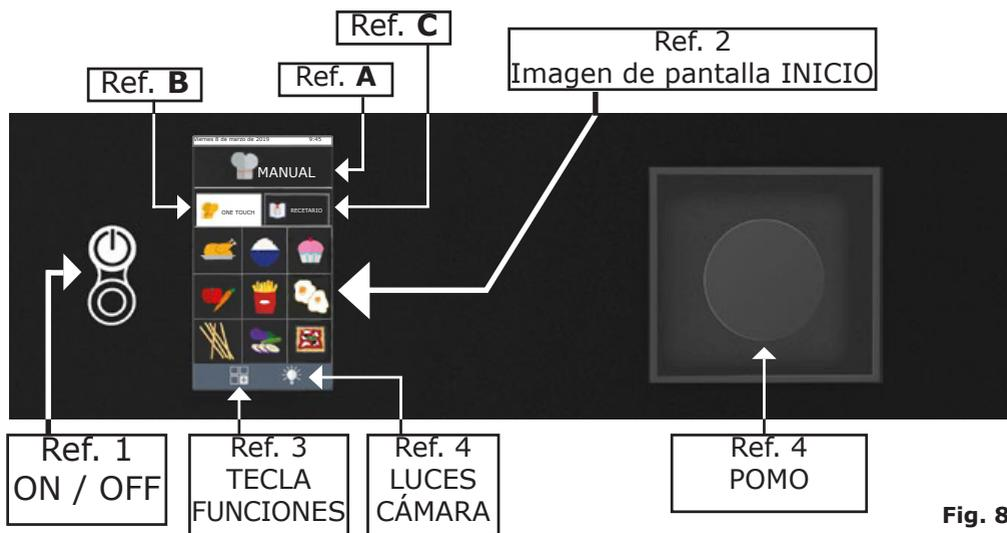

Fig. 8
Encender el horno con la tecla "**ON / OFF**" **Ref. 1 Fig.8.**
- Las luces de la cámara de cocción, pulsando el botón correspondiente(**Fig.8-Ref.4**) se encienden y después de 45 segundos, si no se apagan antes de volver a pulsar el botón, se apagan automáticamente.